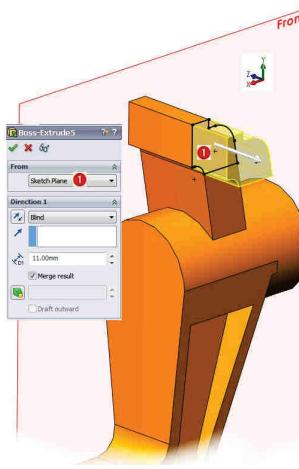

Fig. 2.10
**15 Trasare schiță prin proiecție:** Comanda Sketch – Fig. 2.10 – plan ①. Pentru generarea conturului de proiecție se va utiliza comanda Convert Entities , care convertește muchiile selectate ale modelului sau entități ale unei schițe în elemente ale schiței curente.
**16 Extrudare contur de proiecție:** comanda Extruded Boss/Base – Fig. 2.10 - Blind / 11 mm distanță / .
**15 Sketching of the projected contour:** The Sketch command – Fig. 2.10 – plane ①. The Convert Entities command is used to generate the projected contour, which converts the selected model's edges or sketch entities into sketch segments.
**16 Extrudation of the projected contour:** the Extruded Boss/Base command - Fig. 2.10 – Blind / 11 mm distance / .